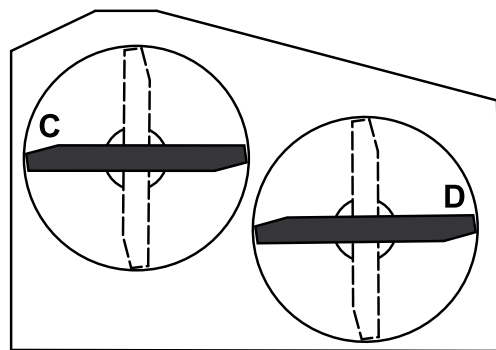

Figura 58
- Disponete le lame in posizione laterale rispetto alla macchina. Misurate ai punti C e D da una superficie piana fino al tagliente della punta della lama (Figura 58).